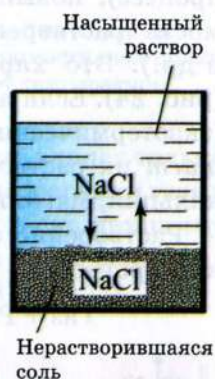

Рис. 23. Равновесие между осадком и насыщенным раствором
**Насыщенный раствор** — это раствор, который находится в динамическом равновесии с растворяющимся веществом. Насыщенный раствор содержит максимальную массу растворенного вещества при данной температуре. Например, при температуре 20 °С в 100 г воды растворяется 35,86 г хлорида натрия. Это значит, что его растворимость при данной температуре равна 35,86 г. Если сверх этой массы при той же температуре добавить еще хлорид натрия, то соль не растворяется, а осаждается в виде осадка (рис. 23).